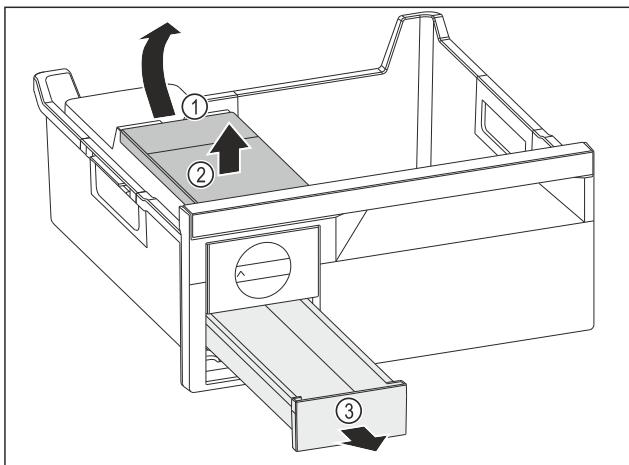

Fig. 77
- Vyjmoutí nádržky na vodu: Zvedněte nádržku na vodu za vybraní Fig. 77 (1).
- Nádržku na vodu Fig. 77 (2) vyjměte nahoru.
- Zásuvku na kostky ledu Fig. 77 (3) vyjměte dopředu.